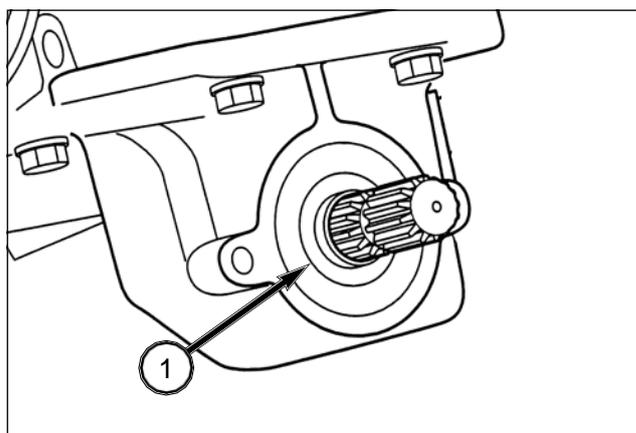

FIG. 105
FIG. 105: La TDF ventral (1) es un árbol orientado hacia delante y situado bajo el tractor. Este accesorio permite accionar equipos montados en el centro o en la parte delantera.